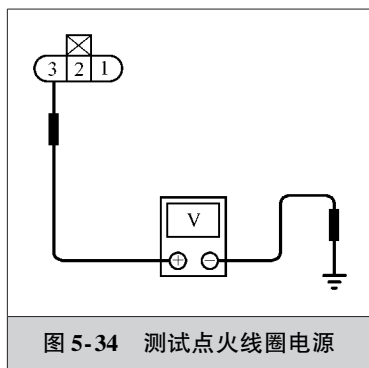

图 5-34 测试点火线圈电源
- 3) 如图 5-34 所示, 使用万用表测量点火线圈插接器 3 号端子与搭铁之间的电压, 应为蓄电池电压, 否则应进一步检查控制电路。